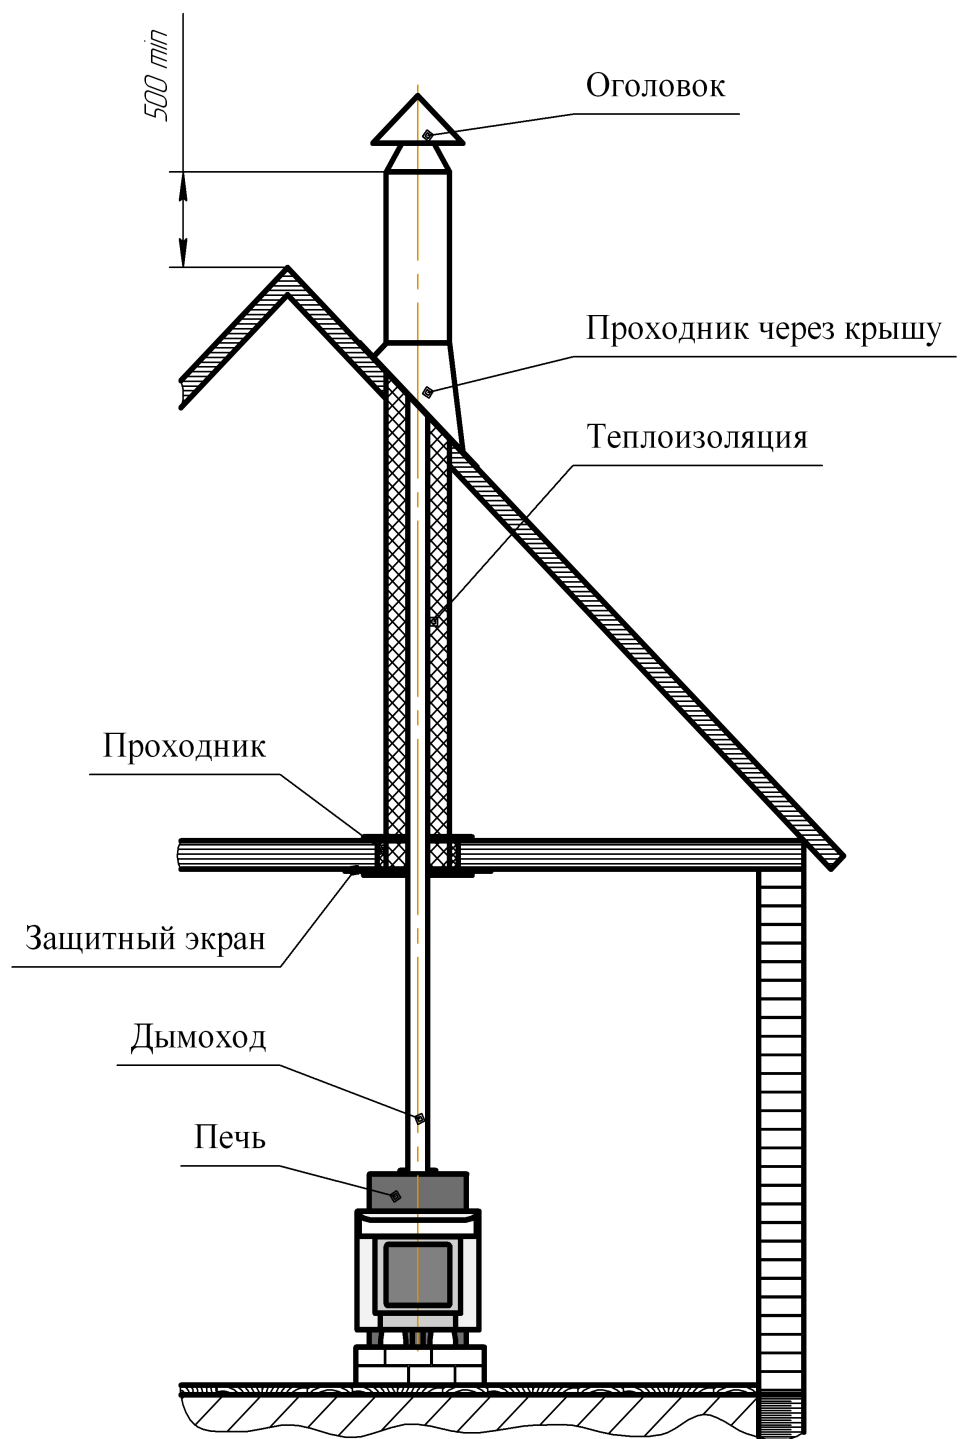

Рис.3 Монтаж дымохода.
10.2. При отсутствии в помещении бани капитального дымохода устраивают насадной дымоход из металлических труб, опирающийся на потолочное перекрытие (см. рис. 3). Обязательно делается противопожарная разделка размером 600 мм на 600 мм. Трубы с изоляцией должны опираться на металлические уголки или швеллера, закреплённые на перекрытии. Снизу противопожарная разделка закрывается металлическим листом. Пространство между трубой-сэндвич в разделке полностью заполняется противопожарной изоляцией (базальтовая вата) и закрывается сверху металлическим листом.